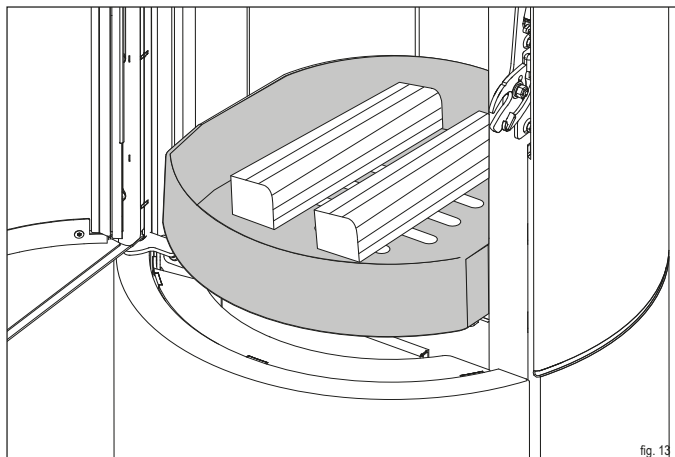

fig. 13
- ▶ Collocare due ceppi di legno (4) con un peso totale di 1,4 kg in posizione centrale all'interno della camera di combustione (con il lato frontale rivolto in avanti).
- ▶ Lasciare circa 5 cm di distanza dalla lastra della camera di combustione (fig. 13).